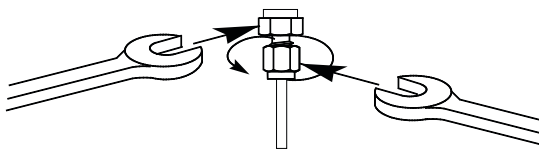

Рис. 12 Окончательное закручивание
- 8** Для фитингов Swagelok 1/8" используйте пару ключей 7/16", чтобы закрутить фитинг на 3/4 оборота (Рис. 12). Для фитингов 1/4" используйте пару ключей 9/16", чтобы закрутить фитинг на 1-1/4 оборота (Рис. 12).